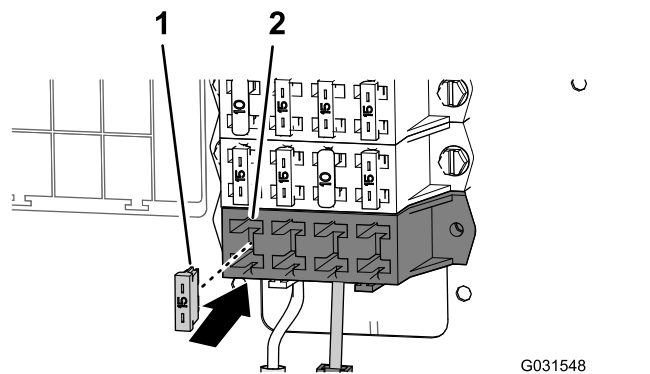

Рисунок 207
2. Вставьте предохранитель на 15 А в гнездо, найденное во вспомогательном блоке предохранителей (Рисунок 207).